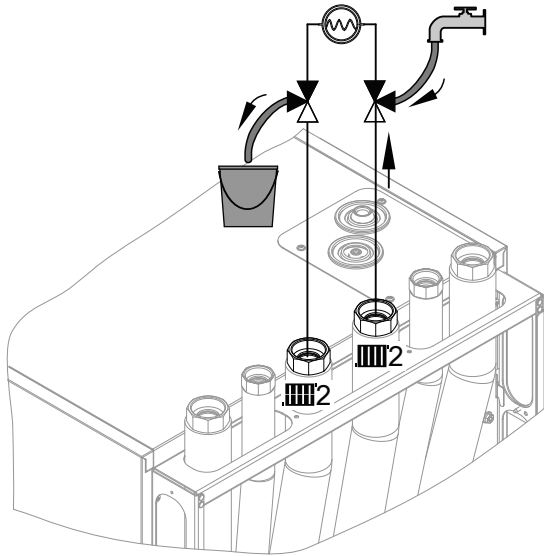

Abb. 65
4. 3-Wege-Kugelhähne im Vor- und Rücklauf Heiz-/Kühlkreis 2 gemäß Abb. 65 öffnen. Heizwasser über den Befüllschlauch einströmen lassen.